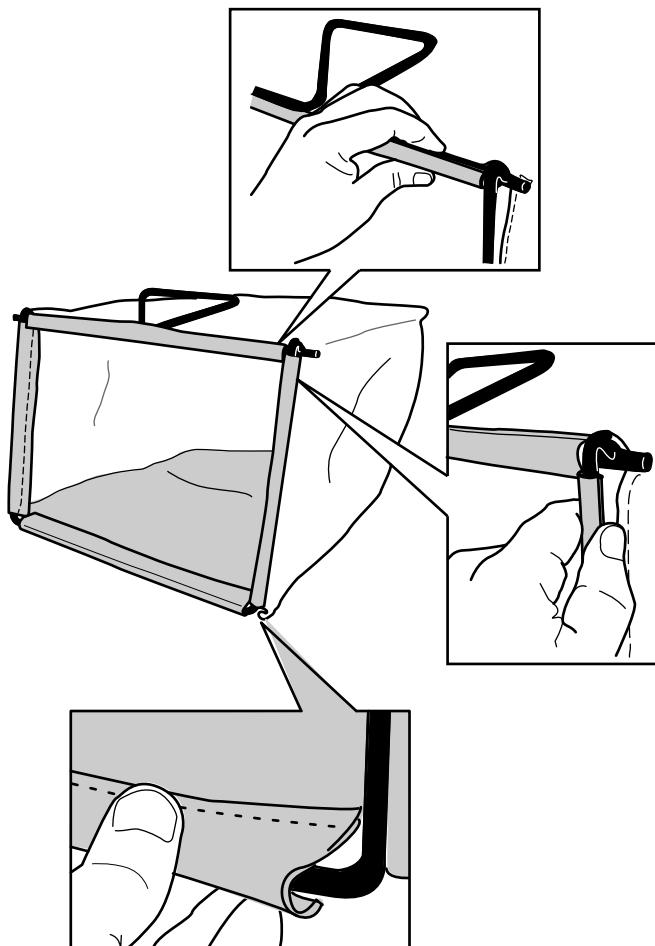

Figura 9
3. Engate os canais superior e lateral do saco na parte superior e lateral da estrutura, respectivamente (Figura 9).
2. Engate o canal inferior do saco na parte inferior da estrutura (Figura 9).